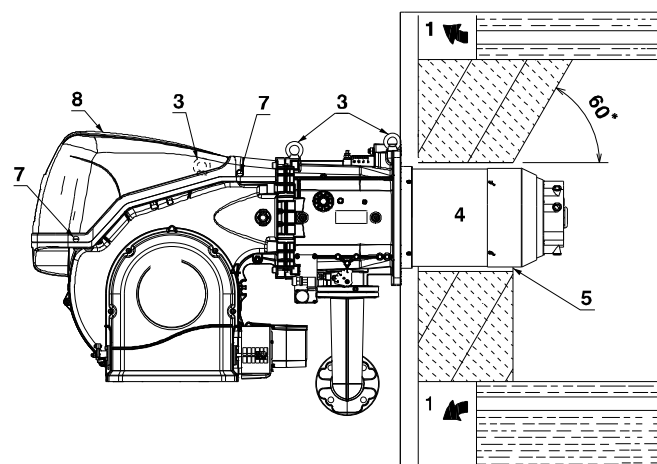

Fig. 14
Pentru centralele cu trecere frontală a gazelor arse 1)(Fig. 14) sau cu cameră de flacără inversă, o căptușeală refractară 5), între căminul refractar 2) și duza 4).
Pentru cazanele cu partea frontală răcită cu apă, căptușeala refractară 2)-5)(Fig. 14) nu este necesară, cu excepția cazului în care se solicită în mod expres de către producătorul cazanului.
Pregătiți un sistem de ridicare adecvat prin agățarea inelelor 3)(Fig. 14), după ce ați îndepărtat șuruburile 7) de fixare a capotei 8).
- Glisați protecția termică furnizată peste duza 4)(Fig. 14).